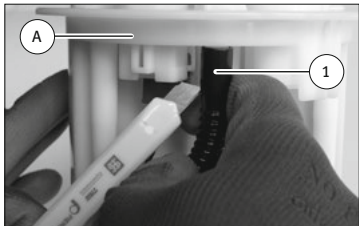

Abb. 3/ Fig. 3/ Puc. 3/ 图3
- Unplug the sender unit plug (5) from the flange cover (A).
- Unplug the fuel pump plug (6) from the flange cover (A).
- Carefully cut open the fuel line (1) at the hose connection in the flange cover (fig. 3). Do not damage the hose connection.
- Débrancher la fiche (5) de l'indicateur de niveau sur le couvercle à bride (A).
- Débrancher la fiche (6) de la pompe à carburant sur le couvercle à bride (A).
- Ouvrir prudemment en coupant la conduite de carburant (1) à la tubulure dans le couvercle à bride (Fig. 3). Ne pas endommager la tubulure.